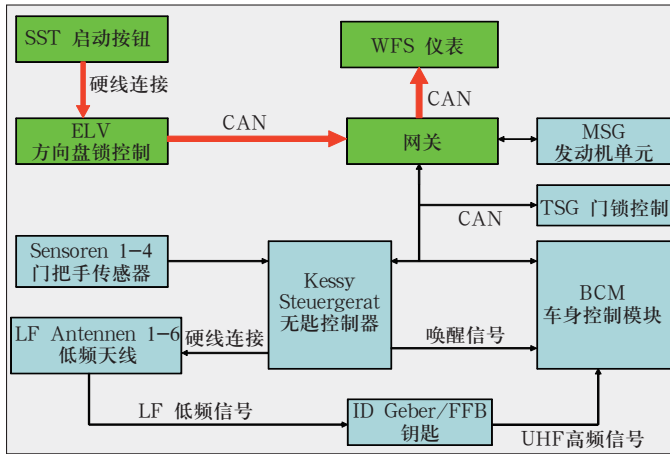

图8 启动的请求发送示意图
1. 驾驶员踩住刹车, 按下启动按钮SST, 方向盘锁控制ELV将需要启动的请求发送给仪表(见图8)。